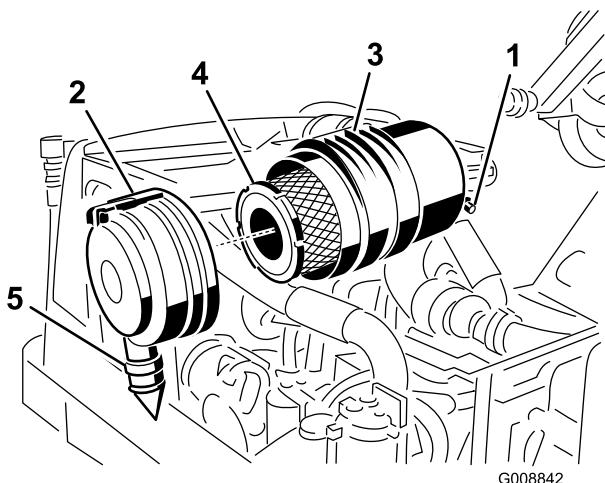

Figura 54
Revise el filtro del limpiador de aire únicamente cuando el indicador de mantenimiento (Figura 54) lo requiera. El cambiar el filtro antes de que sea necesario sólo aumenta la posibilidad de que entre suciedad en el motor al retirar el filtro.
1. Tire hacia fuera del enganche y gire la tapa del limpiador de aire en el sentido contrario a las agujas del reloj (Figura 54).
2. Retire el filtro primario (Figura 54). No se recomienda limpiar el elemento usado debido a la posibilidad de causar daños al medio filtrante.
3. Cambie el filtro primario (Figura 54).
6. Instale la tapa orientando la válvula de salida de goma (Figura 54) hacia abajo – aproximadamente entre las 5:00 y las 7:00, visto desde el extremo. Cierre el enganche.